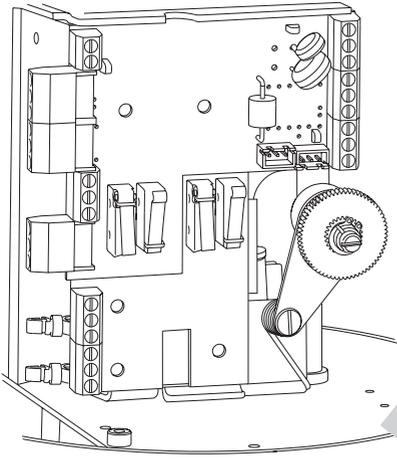

Abb. 21
- Zusätzliches Schaltermodul einbauen (Abb. 21).